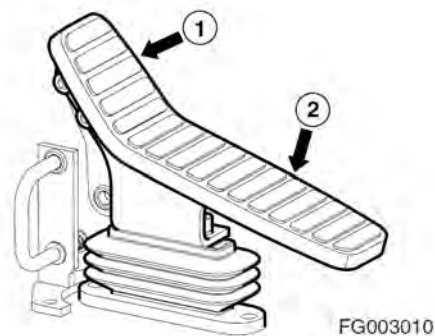

Рис. 93
2. Выполнение операций возможно в двух направлениях – нажатием педали назад и вперед между положениями (1 и 2 рис. 93). Когда педаль находится в центральном положении (бездействует), клапан находится в нейтральном положении, и поток гидравлического масла останавливается.
2. Нажатие на конец педали (1, рис. 93) активизирует дробилку.